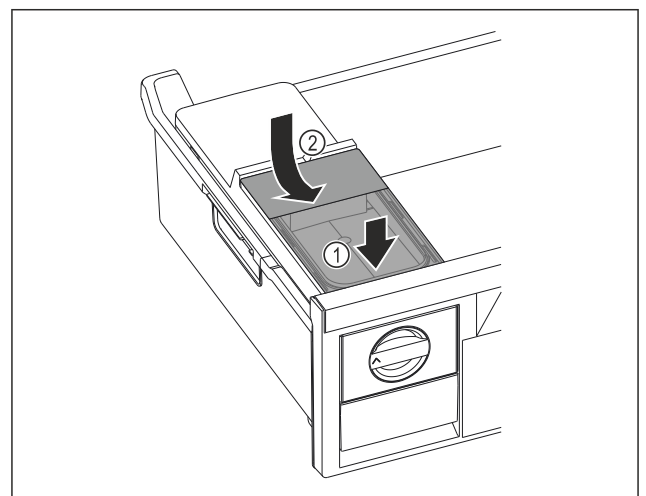

Fig. 153
- ▶ Wassertank vorne ansetzen. Fig. 153 (1)
- ▶ Wassertank hinten absenken. Fig. 153 (2)